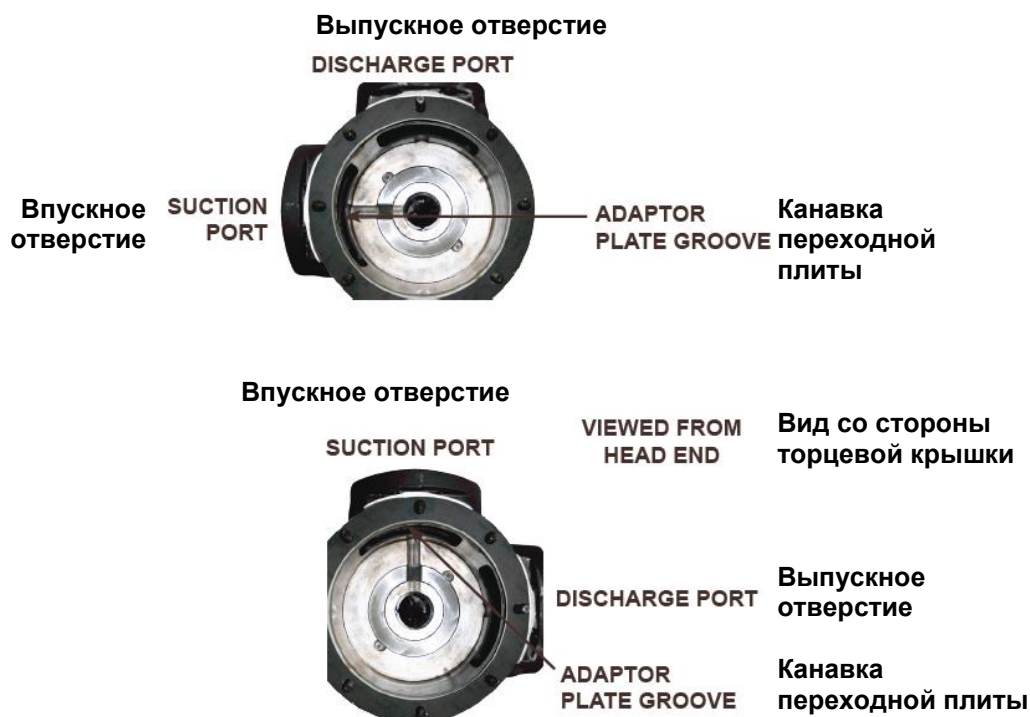

Рис. 15
2. Разместите переходную плиту таким образом, чтобы ее посадочная канавка совместились с аналогичной канавкой, расположенной вокруг отверстия в корпусе насоса на стороне патрубка всасывания, см. **Рис. 15**. Осторожно введите переходную плиту в корпус насоса со стороны станины. Примите меры предосторожности, чтобы не повредить уплотнительное кольцо кромкой переходной плиты или корпуса насоса. Зафиксируйте положение деталей затяжкой восьми болтов.
4. Нанесите легкое масло на первый комплект упорных колец, на сторону кольца, которая будет соприкасаться с ротором или переходной плитой. Поместите упорное кольцо без канавки на вал так, чтобы глухие отверстия в упорном кольце оказались на одной линии со штырями силового привода на обратной стороне ротора. Поместите упорное кольцо с канавкой на переходную плиту так, чтобы канавка упорного кольца оказалась на одной линии с канавками переходной плиты, см. **Рис. 15**.